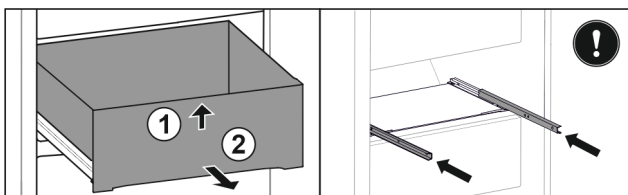

Fig. 48
- ▶ Schubfach vorne anheben. Fig. 48 (1)
- ▶ Schubfach nach vorne entnehmen. Fig. 48 (2)